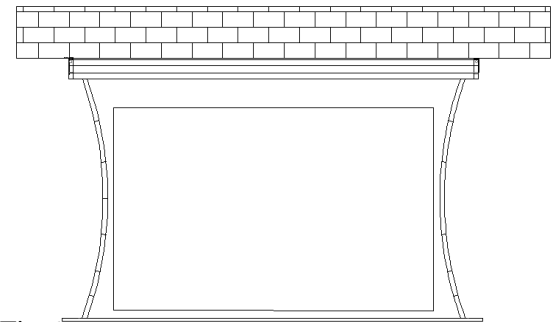

Fig.6
3. Después de colgar la pantalla en la que los tornillos colocará, usar el nivelador de burbuja proporcionada para asegurar una instalación nivelada (ver Fig. 6).